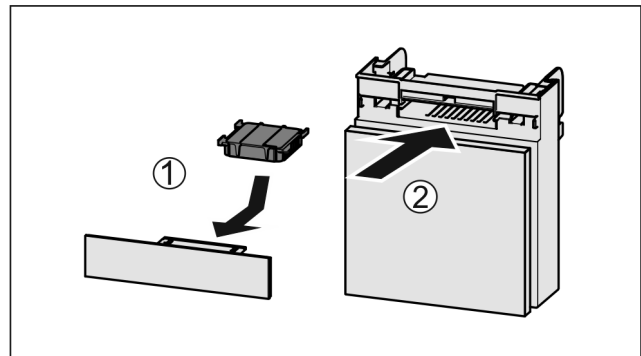

Fig. 129
- ▶ Helyezze be Fig. 129 (1) az aktív szén-szűrőt az ábrán látható módon.
- ▶ Tolja be Fig. 129 (2) a rekeszt.